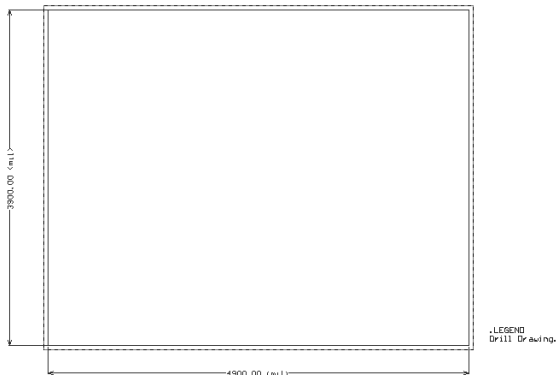

图 15-50 得到的 PCB 模型
(4) 单击 **一步(N)>>** 按钮进入到导线和焊盘设置步骤, 在这一步选择默认设置, 如图 15-49 所示。继续单击 **一步(N)>>** 按钮进入结束步骤, 单击“确定”按钮完成 PCB 文件的创建, 得到如图 15-50 所示的 PCB 模型。